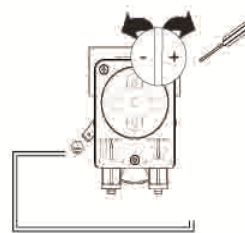

Abb. 11
- 4- Öffnen Sie, indem Sie im Uhrzeigersinn aufschrauben, bis die bestimmte erforderliche Menge erreicht wird. (Abb. 11)